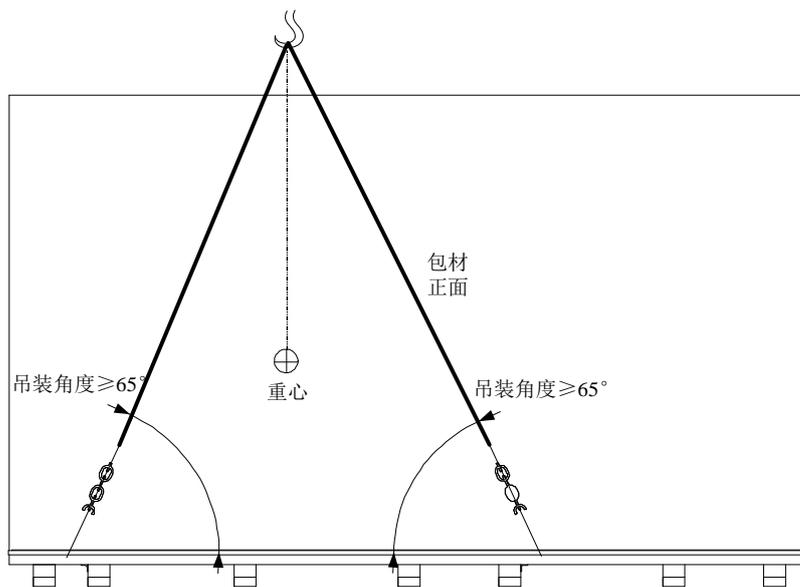

图2-2 MegaVert-F0800-06/06B 包材正面的吊装标示
5. 吊卸时，请尽可能使吊装中心与变频器重心相吻合；不要仅凭包材顶部支撑变频器，应按照包装标识和图纸位置吊装。以 MegaVert-F0800-06/06B 为例，包材正面的吊装标示如图 2-2 所示。
使用吊车搬运带包箱的整机时, 尽可能使吊装中心与变频器包材上丝印的重心和吊装位置相吻合, 吊钩位置在重心的垂直延伸线上, 如图 2-2 所示。